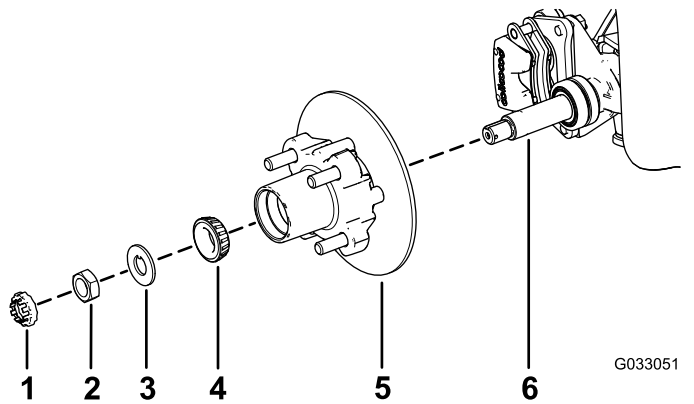

Figura 27
1. Lubrificate leggermente il mandrino con il grasso specificato (Figura 27).
2. Montate il mozzo e il rotore sul mandrino con il rotore verso l'interno (Figura 27).
3. Montate il cuscinetto esterno sul mandrino e inserite il cuscinetto sull'anello esterno (Figura 27).
4. Montate la rondella di sicurezza sul mandrino (Figura 27).
5. Avvitare il dado del mandrino sul mandrino e serrate il dado a 15 N·m mentre ruotate il mozzo per posizionare in sede il cuscinetto (Figura 27).
2. Allineate le pastiglie dei freni su ciascun lato del rotore (Figura 23) e i fori sulla staffa della pinza con i fori sul supporto del freno del telaio del mandrino (Figura 27).